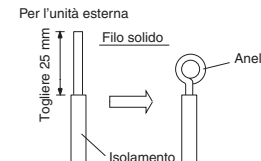

Fig. 3-54
- (1) Tagliare l'estremità del filo con tronchesi, quindi togliere l'isolamento per esporre il cavo solido per circa 25 mm. (Fig. 3-54)